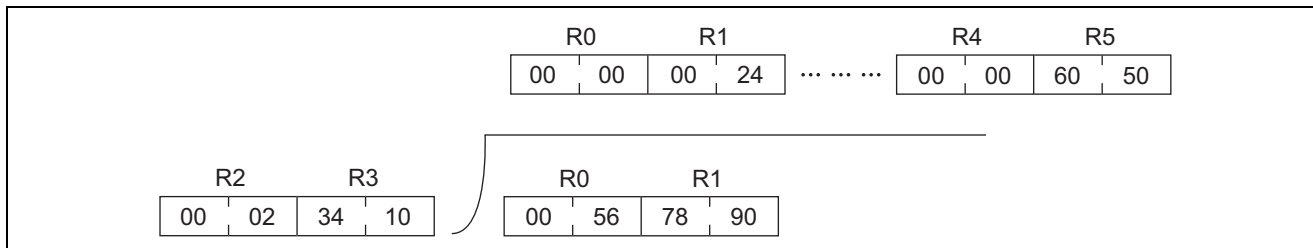

图 22-2 不使用高位的除法例子
- (1) 如图 22-2，如果不使用高位，就必须将它置“0”。如果不置“0”，因为进行含有被设定在高位的不定数据的除法运算，所以就得不到正确的除法结果。